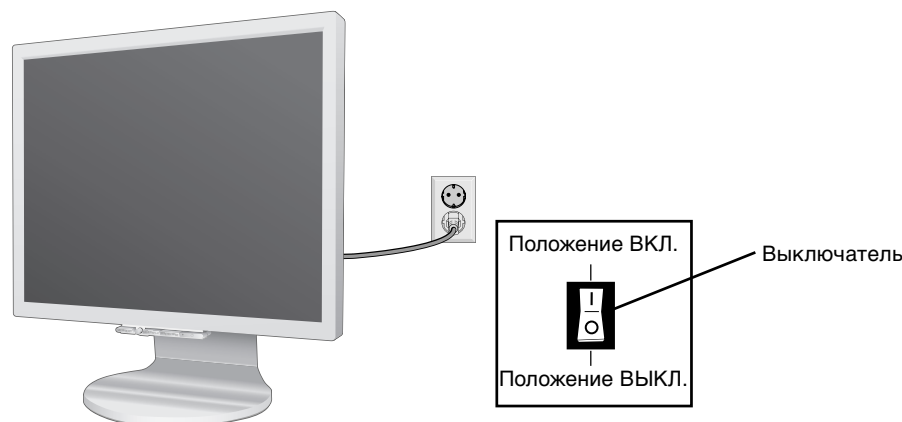

Рисунок D.1
10. Подключите кабель питания к розетке электропитания (**Рисунок D.1**).
11. Выключатель с обратной стороны монитора должен быть включен (**Рисунок D.1**). Включите монитор с помощью кнопки питания на передней панели и компьютер.